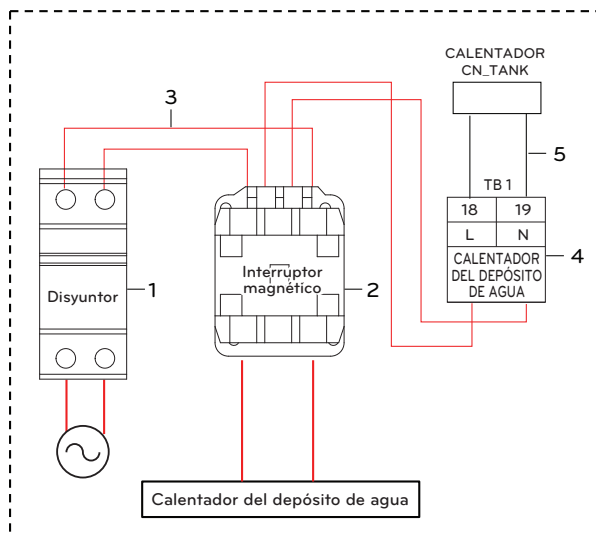

Fig. 2
Paso 3. Conecte el interruptor magnético con TB1. (Fig. 2)
Paso 4. Conecte el disyuntor con el interruptor magnético. (Fig. 2)